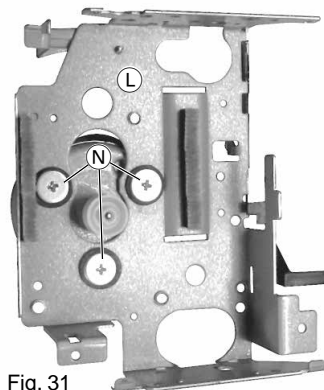

Fig. 31
- 3 Schrauben **N** herausschrauben und den Motor abnehmen (Fig. 31).
- Undo 3 screws **N** and take the motor off (Fig. 31).